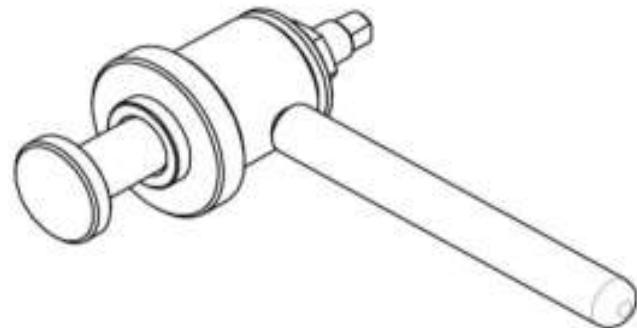

Рис. 8. Приспособление для запрессовки манжет.
- Используя приспособление манжет (см. рис. 8) установить манжету 1;